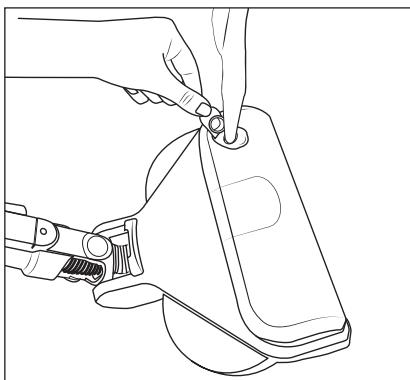

Fig. 16
- 1) Saisissez la languette d'obturation ③ du réservoir d'eau fraîche ② avec les doigts et tirez-la vers le haut pour la sortir de l'orifice de remplissage du réservoir d'eau fraîche ② (voir fig. 16).
- 2) Versez de l'eau du robinet ou de l'eau distillée dans le réservoir d'eau fraîche ② (voir figure 16).
- 3) Refermez l'orifice de remplissage du réservoir d'eau fraîche ② en enfonçant fermement la languette d'obturation ③ dans l'orifice de remplissage.